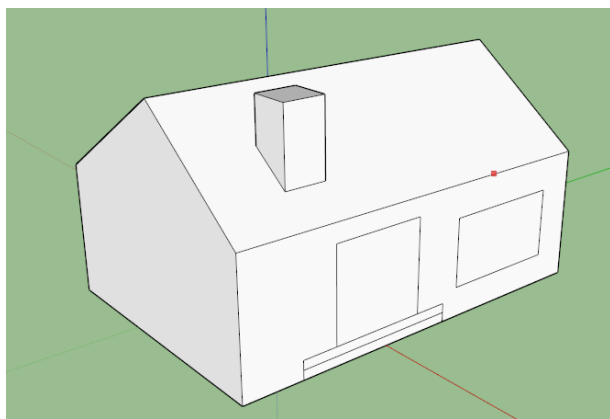

Рисунок 2.11
4. Тепер додамо нашій моделі деталей. Намалюємо за допомогою прямокутника  сходинок, двері і вікно (рис. 2.11).